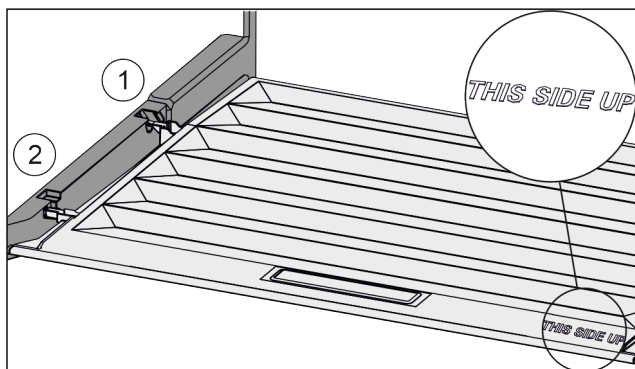

Fig. 28
- ▶ Ramiona pokrywy wprowadzić ponad otworem tylnego uchwytu Fig. 28 (1) i zazębić z przodu w uchwycie Fig. 28 (2).